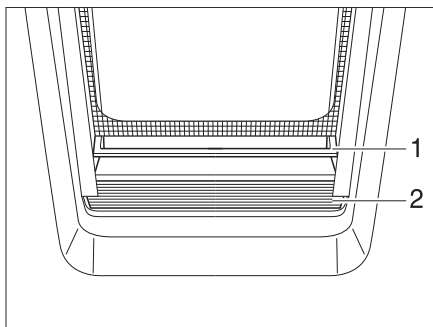

Fig. 39 Dispositif occultant plissé
- Saisir le dispositif occultant plissé (Fig. 39,2) par le centre de la barre (Fig. 39,1), le tirer du bas vers le haut et le relâcher à la hauteur voulue. Le dispositif occultant plissé reste alors à cette hauteur.